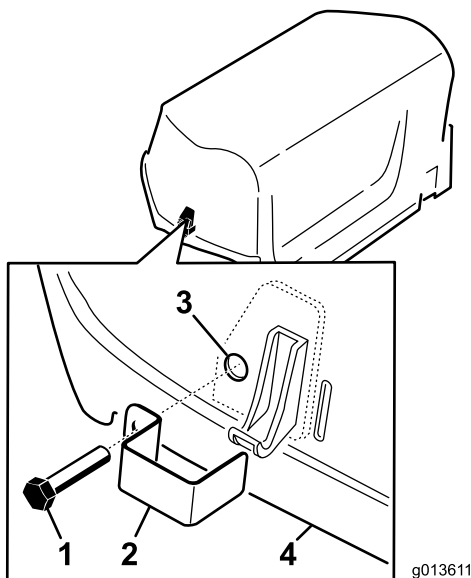

Figure 7
1. Fixez une gâche sur les verrous gauche et droit du capot (Figure 7) avec une vis d'assemblage (2 en tout).
2. Avec une pince ou une clé réglable, vissez une rondelle de blocage interne sur chaque boulon (1 à 2 filets) pour fixer le verrou (Figure 7).